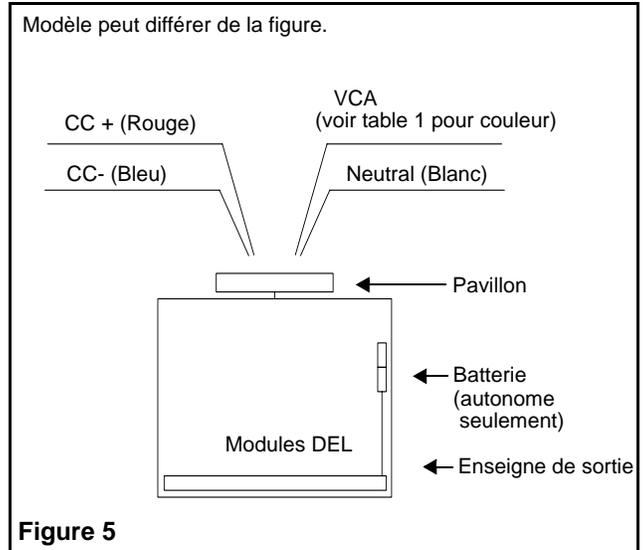

Figure 5
6. Effectuer les connections nécessaires, notre modèle universel standard peut recevoir une tension 120 à 347 VCA (voir fig 5).
Se reporter au câblage CA et CC de la figure 5.